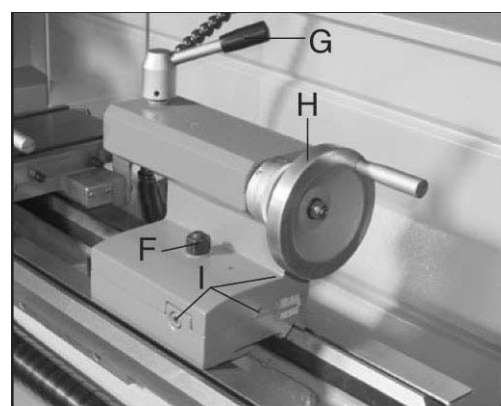

Fig. 16
14. Blocage de la poupée mobile (Fig. 16, F)
15. Blocage du fourreau de contre-pointe (Fig. 16, G)
16. Manivelle de déplacement de la contre-pointe (Fig. 16, H)
17. Alignement de la poupée mobile (Fig. 16, I)